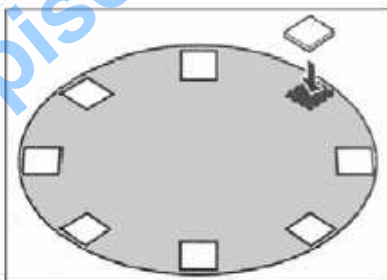

fig. 8
- Enlevez les profilés inférieurs et les plaques de base et étendez les dalles de patio tout autour du cercle où se trouvaient les plaques de base (Fig.8).